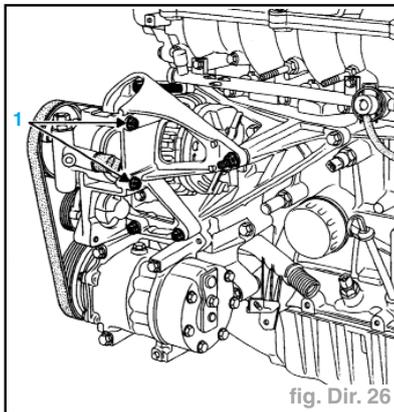

fig. Dir. 26
- Déposer complètement la pompe (quatre vis 1 et 2) (fig. Dir. 26 et 27).